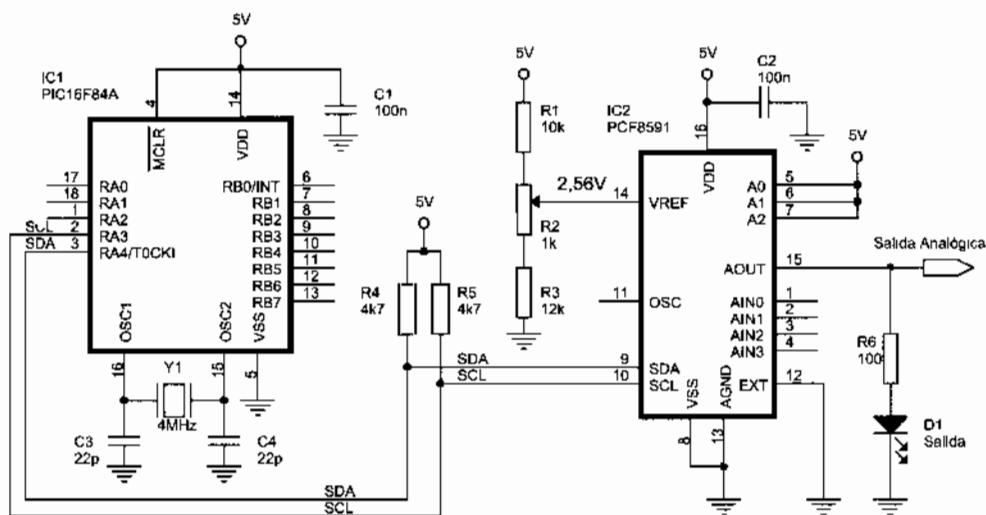

Figura 27-6 Ejemplo de configuración del PCF8591 como DAC
La figura 27-6 ilustra un ejemplo del PCF8591 trabajando como convertidor Digital - Analógico DAC (*Digital to Analog Converter*).
**EJEMPLO:** Deducir la tensión en la salida analógica AOUT del PCF8591 configurado como DAC del esquema de la figura 27-6, donde la tensión aplicada al pin
Cuando la tensión en el pin VREF es de 2,56 V se consigue una resolución de 10 mV que es un valor muy cómodo con el que trabajar. La impedancia vista desde el pin VREF es de unos 100 k, por tanto para conseguir los 2,56 V en esta patilla se puede utilizar el divisor de tensión descrito en la figura 27-6, donde las resistencias fijas de 10 y 12 k apenas cargan al dispositivo, con la resistencia variable de 1 k es muy fácil ajustar la tensión de referencia a 2,56 V.
Como aplicación de lo explicado vemos el siguiente programa que es un ejemplo del manejo del PCF8591 como DAC para el circuito de la figura 27-6 ó 27-8 aplicable a muchos proyectos.